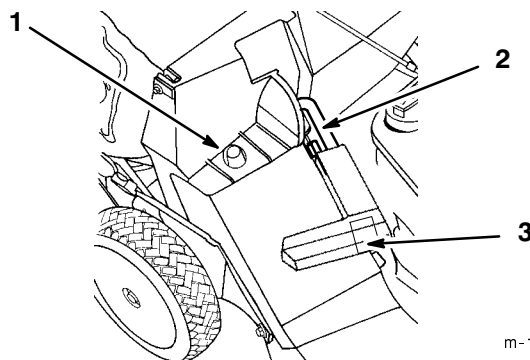

Figure 10
2. Vérifier que la poignée du volet d'éjection est abaissée à fond vers l'avant et que le goujon est bien engagé dans son logement (Fig. 10).
3. **INSTALLATION DU SAC** — Glisser le trou du cadre du sac sur l'ergot de retenue se trouvant sur l'éjecteur (Fig. 10), et accrocher l'arrière du cadre à la barre du mancheron.
5. VIDAGE DU SAC — Couper le moteur et attendre l'arrêt de toutes les pièces mobiles. Soulever la poignée du volet d'éjection et la pousser vers l'avant jusqu'à ce que l'ergot de verrouillage s'engage dans l'arrêt (Fig. 10). Saisir les poignées avant et arrière du sac pour le soulever hors de la tondeuse. Basculer progressivement le sac en avant pour vider les déchets.